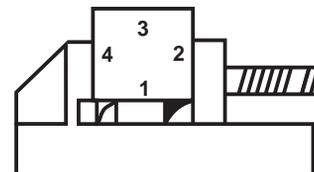

Fig. 11
- g) Ejecute las otras pasadas para fresar las otras caras repitiendo el cuarto paso. (Fig. 11).